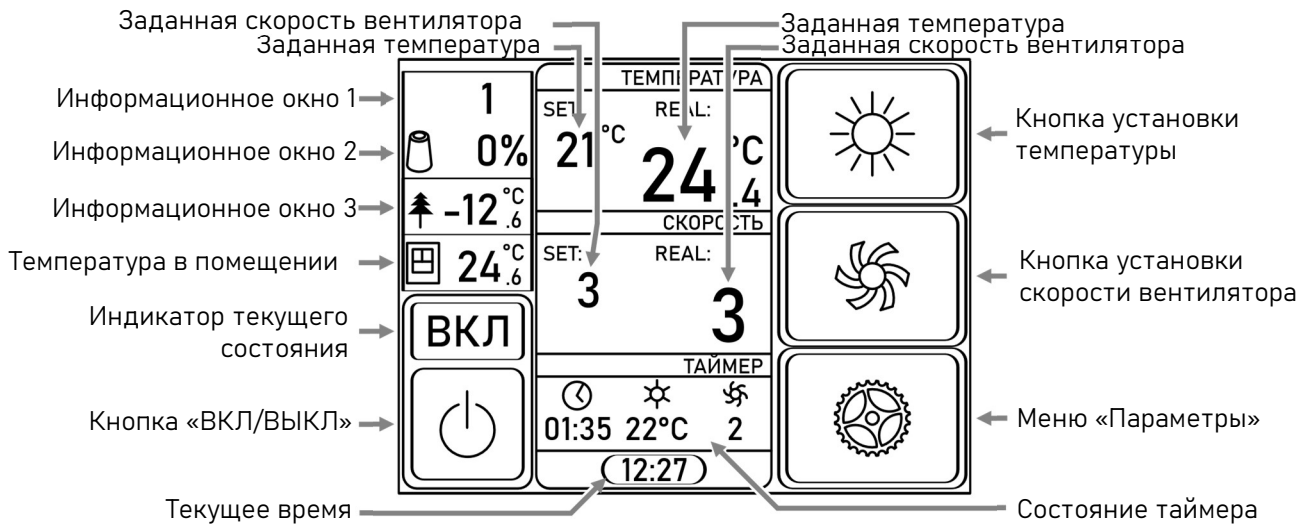
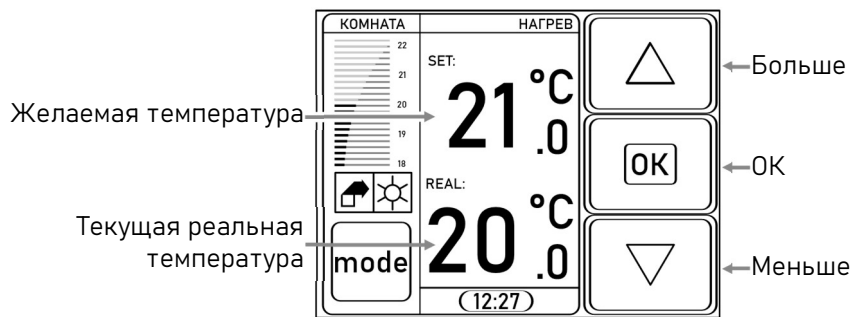

Рисунок 7 - Экран основного меню
Рисунок 8 - Экран выбора температуры
- 3.3.3 Для перехода в основное меню (Рисунок 7) нужно нажать на любую часть экрана.
3.3.5 Для выбора желаемой температуры приточного воздуха необходимо на экране основного меню нажать на кнопку выбора температуры (Рисунок 7). После этого на экране выбора температуры (Рисунок 8) выбрать кнопками «Больше» и «Меньше» желаемую температуру и нажать «ОК», появится экран основного меню.
3.3.6 Для выбора желаемой скорости вентилятора на экране основного меню (Рисунок 7) нужно нажать кнопку установки скорости вентилятора. В открывшемся меню установки скорости вентилятора (Рисунок 9) кнопками «Больше» и «Меньше» желаемую скорость вентилятора и нажать «ОК», появится экран основного меню.
3.3.7 Для установки текущих даты и времени в основном меню (Рисунок 7) нажмите кнопку меню «Параметры», откроется меню параметры (Рисунок 10). На нём нажмите кнопку «Часы», появится экран установки текущих даты и времени (Рисунок 11). На нем кнопками «Больше / Предыдущий» и «Меньше / Следующий» выберите значение, которое хотите изменить и нажмите «ОК / Изменить», кнопками «Больше / Предыдущий» и «Меньше / Следующий» установите желаемое значение и повторно нажмите «ОК / Изменить». Для выхода с экрана установки текущих даты и времени нажмите «ВЫХОД»
3.3.8 Для включения работы по расписанию убедитесь, что текущие дата и время установлены правильно. В основном меню (Рисунок 7) нажмите кнопку меню «Параметры», откроется меню параметры (Рисунок 10). На нём нажмите кнопку «Таймер». На экране появится меню установки таймеров (Рисунок 12). Для включения/выключения режима работы по таймеру нажмите на «ВКЛ» или «ВЫКЛ».
3.3.12 Для настройки дополнительных параметров на экране основного меню (Рисунок 7) нажмите кнопку меню «Параметры», откроется меню параметры (Рисунок 10). На нём нажмите кнопку «Настройка», откроется меню «Конфигурация пользователя» (Рисунок 17). Навигация по меню осуществляется кнопками «Вверх», «Вниз», «Ок», «ВЫХОД». Структура меню изложена в приложении А.
3.3.13 Текущее состояние установки можно увидеть в основном меню (Рисунок 7) над кнопкой «ВКЛ/ВЫКЛ». Возможные значения индикатора текущего состояния перечислены в части 1 приложения Б.
- 3.5.1 При добавлении в систему охладителя в меню выбора температуры (Рисунок 8) становится активной кнопка «MODE»
- 4.1.1 Перед началом технического обслуживания отключите установку нажав кнопку «ВКЛ / ВЫКЛ» в основном меню (Рисунок 7).